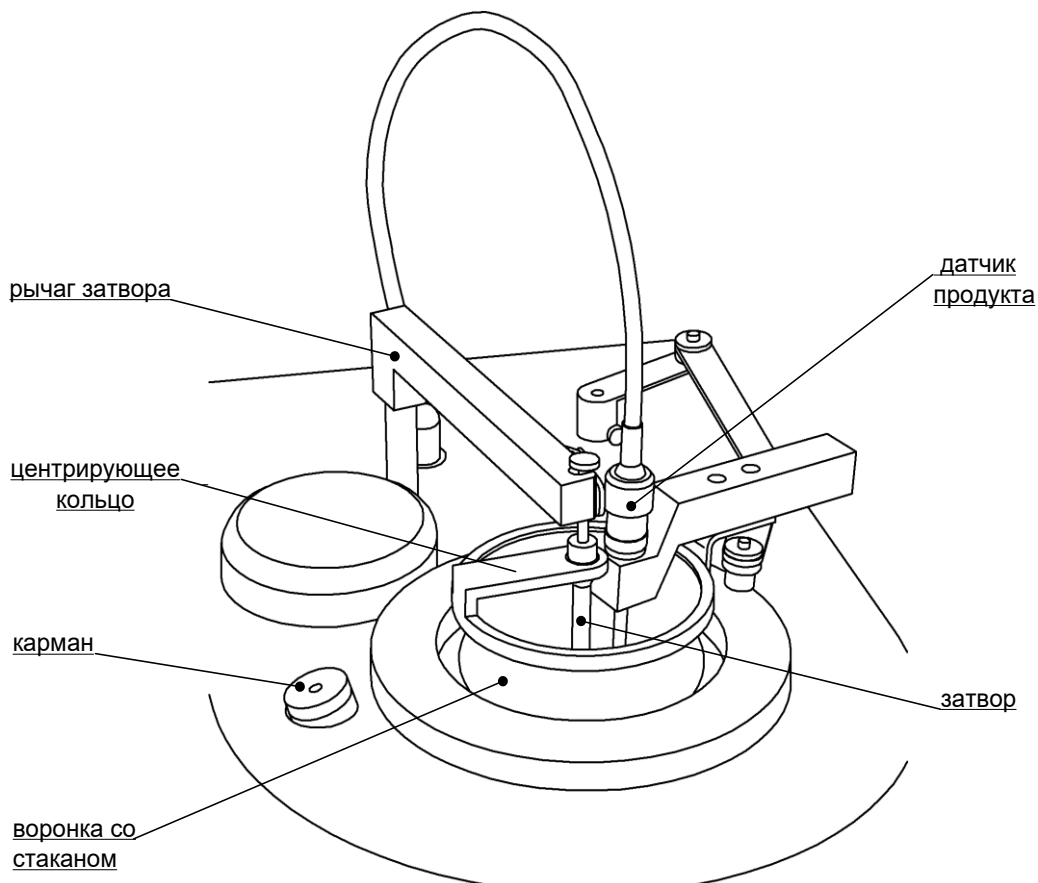

Рисунок 10 - Установка затвора и датчика продукта
4.4.6.1 Установить затвор и датчик продукта (см. рисунок 10, страница 11).